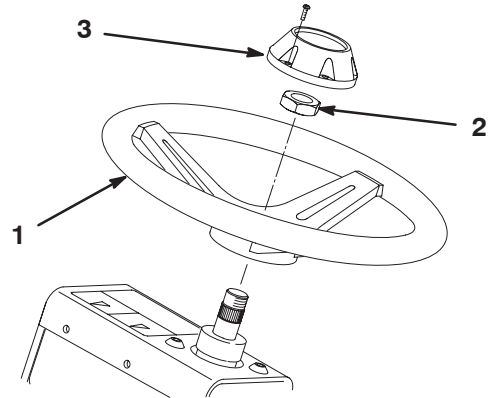

Bild 7
2. Befestigen Sie das Lenkrad mit der Klemmmutter (Bild 7) an der Welle und ziehen Sie es auf 27–35 Nm fest.
3. Montieren Sie den Deckel mit der Schraube am Lenkrad (Bild 7).